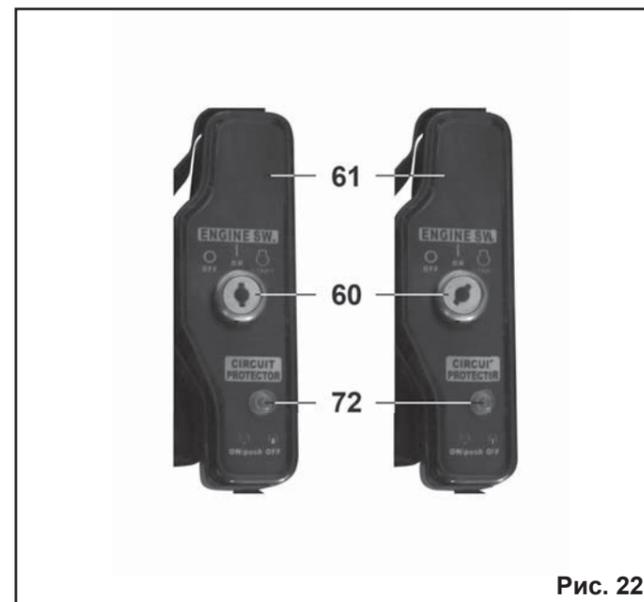

Рис. 22
**8.2. Пуск двигателя электрическим стартером (Рис.22).**